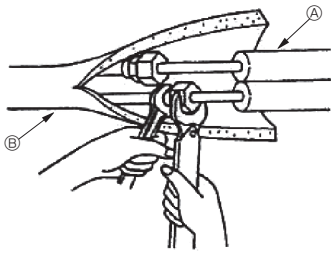

Fig. 4-4
4.4. Սառնագենտի խողովակների անցկացում (Fig. 4-4)